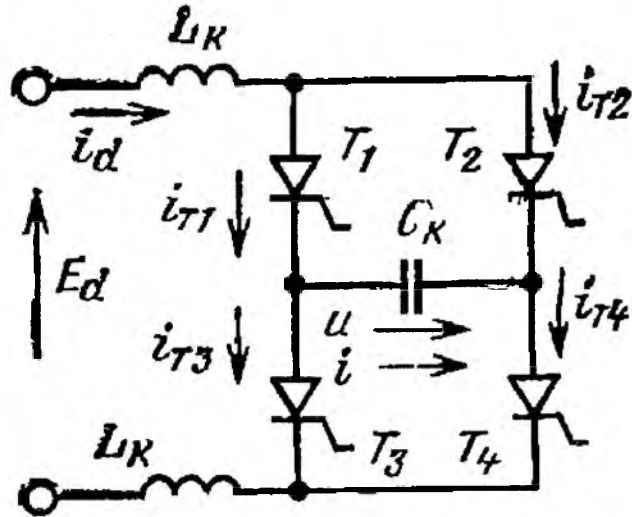

Рис. 17. Схема ненагруженного однофазного мостового инвертора без обратных диодов
21. Построить кривые напряжения u и тока i_d в однофазном мостовом инверторе (рис. 17), не имеющем нагрузки, если $f = 100$ Гц, $L_K = 1$ мГн и $C_K = 1$ мкФ. Вентили идеальные.